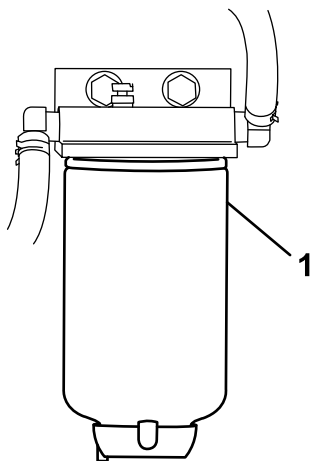

Figura 37
3. Desaparafuse o filtro de combustível do suporte (Figura 37).